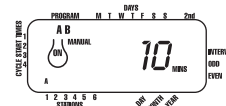

FIGURA 10: Irrigazione semi-automatica inserita per i programmi A e B, tutte le stazioni
**N.B.** La stazione 1 del programma A irriterà per prima per la durata assegnata, seguita dalla stazione 1 del programma B prima di passare alla seconda stazione e si continuerà così in modo alternato. Solo quelle stazioni a cui è stata assegnata una durata d'irrigazione, irriteranno quando si utilizza la modalità manuale o semi-automatica [vedere figura 10].